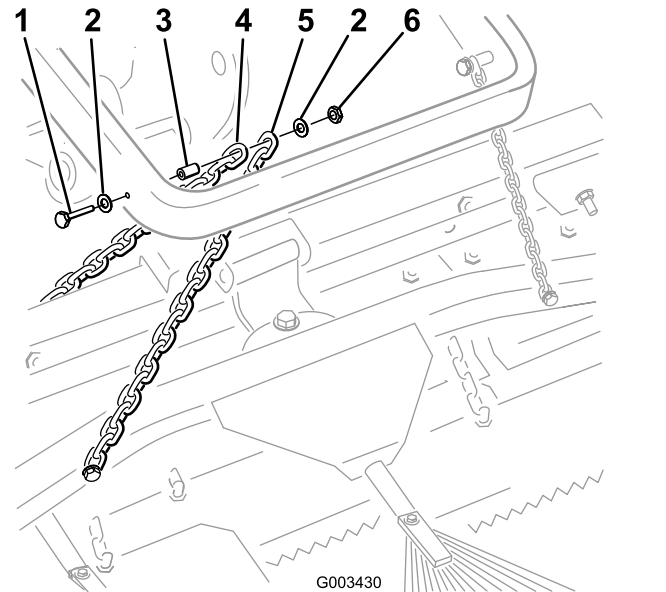

図6
- B. 各チェーンを昇降アームの側部に取り付けるボルト $\frac{3}{8}$ x 2-1/2"、ワッシャ $\frac{3}{8}$ x 7/8"2枚、スペーサ、ナット $\frac{3}{8}$ "を使って図6のように取り付ける。